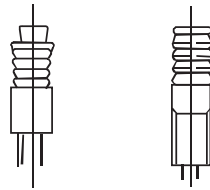

Рис. 5-8
**Имеющаяся бетонная конструкция:** Для более надежной фиксации установите подвесной кронштейн при помощи анкера в бетонную конструкцию на глубину 45-50 мм (рис. 5-8).